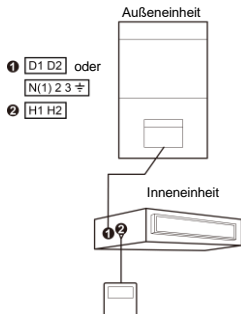

Abb. 4.4: Ein Wandcontroller steuert eine Inneneinheit
- (1) Der Anschluss des Wandcontrollers an den UNI SPLIT 2 Geräten kann gemäß Abb. 4.4, 4.5, 4.6 oder 4.7 erfolgen.
- (2) Wenn ein oder mehrere Wandcontroller mehrere Inneneinheiten gleichzeitig steuern, kann der Wandcontroller an jeder beliebigen Inneneinheit angeschlossen werden; die angeschlossene Inneneinheit muss jedoch zur gleichen Baureihe der Inneneinheiten gehören. Die Gesamtanzahl der vom Wandcontroller gesteuerten Inneneinheiten darf nicht 16 überschreiten. Alle angeschlossenen Inneneinheiten müssen zur gleichen Baureihe der Inneneinheiten gehören. Am Wandcontroller muss die Anzahl der Inneneinheiten in der zu steuernden Gruppe eingestellt werden. Siehe „4.2.3 Parametereinstellungen“, Parameter „P14“.
- (3) Wenn zwei Wandcontroller eine Inneneinheit steuern, müssen die Adressen der Wandcontroller unterschiedlich sein. Siehe „4.2.3 Parametereinstellungen“, Parameter „P13“.
- (4) Beim Anschließen der Klemmen des Wandcontroller spielt die Polarität keine Rolle. Die Klemmen dürfen nicht an eine zu hohe elektrische Spannung angeschlossen werden.